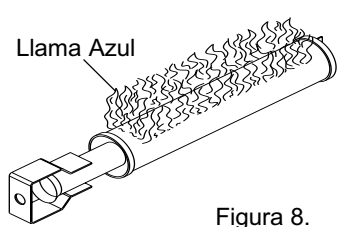

Figura 8.
2. Inspeccione el quemador principal y la llama del quemador piloto. El color normal de la llama debe ser azul. Si la llama se vuelve amarilla, revise y limpie los quemadores. Ver Figura 8.